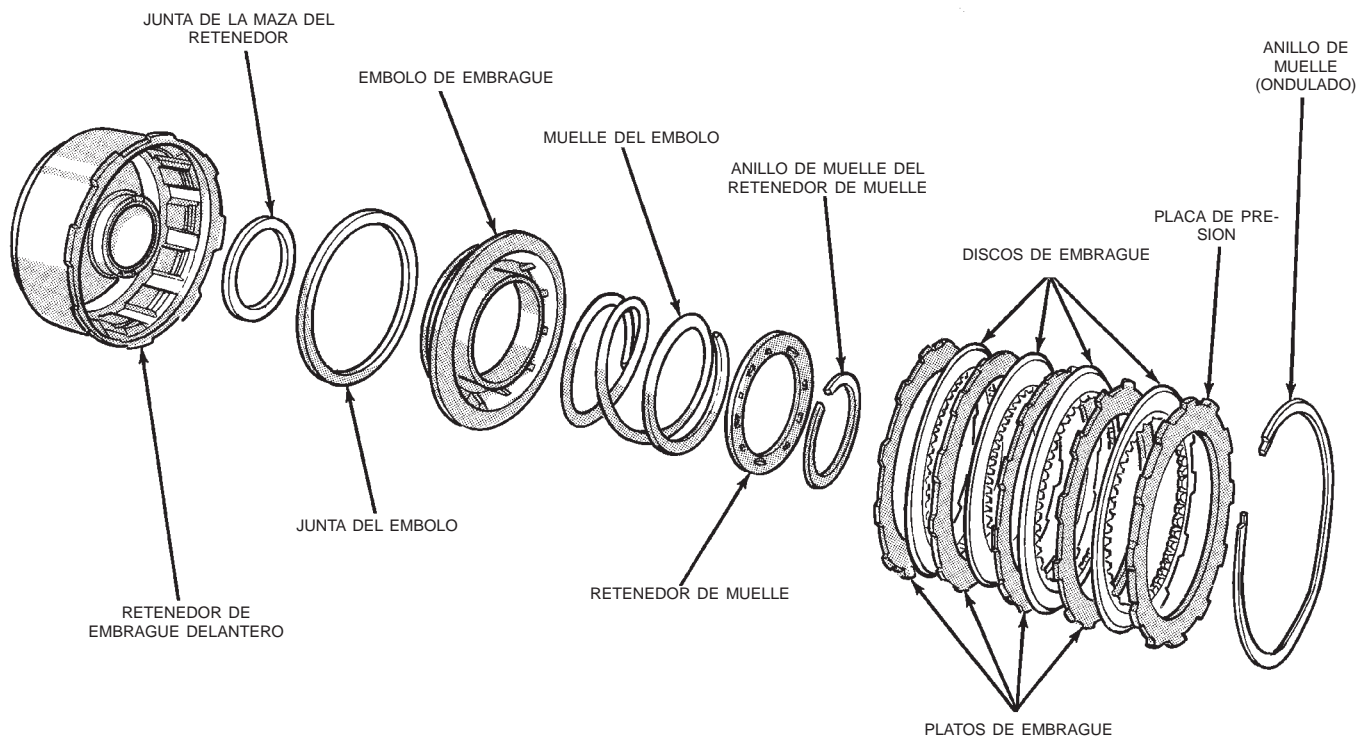

Fig. 131 Componentes del embrague delantero
(1) Retire el anillo de muelle ondulado, la placa de presión, los platos de embrague y los discos de embrague (Fig. 131).
(8) Instale los platos y discos de embrague (Fig. 131). Instale un plato de acero y luego un disco hasta que estén instalados todos los platos y los discos. El embrague delantero utiliza 4 discos de embrague.
(9) Instale la placa de presión y el anillo de muelle ondulado (Fig. 131).